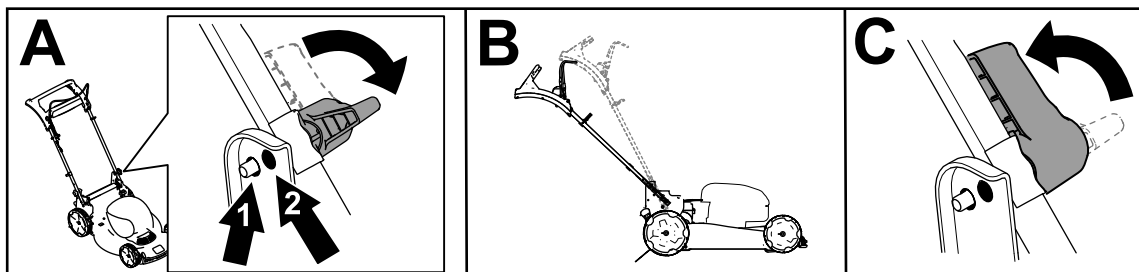

Figure 9
1. De chaque côté de la machine, tournez les verrous du guidon (A de Figure 9).
2. Réglez la hauteur du guidon à la position haute ou basse (B de Figure 9).
3. Lorsque le guidon est réglée à la hauteur correcte, tournez les verrous en sens inverse jusqu'à ce que la goupille s'enclenche et fixe le guidon en position (C de Figure 9).